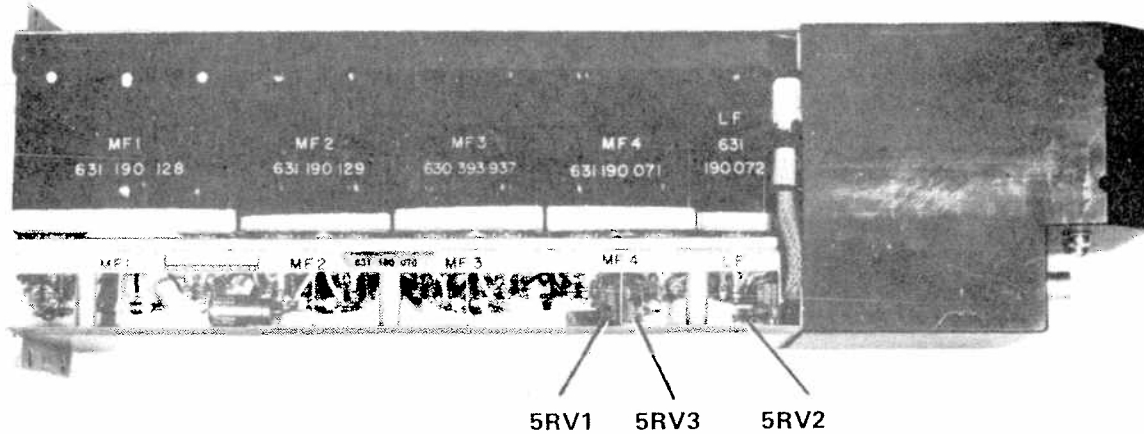

Bild 39
- Ställ in sändtagarens LF-nivå till -3,5 dBu (0,52 V) med potentiometern 5RV2 på sändtagarens mottagarstomme. Potentiometern 5RV2 är den bakre av de tre potentiometrarna på mottagarstommen, se bild 39.
- Vrid potentiometern 5RV1 (den främre av de tre potentiometrarna på mottagarstommen, se bild 39) medurs tills brusspärren stänger. Vrid därefter potentiometern långsamt moturs tills brusspärren öppnar.
- Ställ med potentiometern 5RV3 (den mittersta av de tre potentiometrarna på mottagarstommen, se bild 39) in AKR-karakteristiken så, att LF-nivån varierar symmetriskt, när inspänningen ökar till 200 mV.